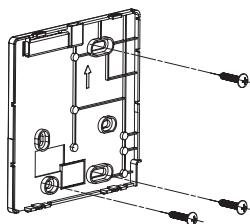

Figura 3
2. Use três parafusos M4 X 20 para montar a tampa traseira na parede. (Figura 3)